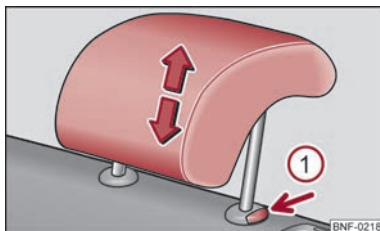

Bild 34 Nackstöd bak: ställa in/demontera
- Fatta nackstödet i sidorna med båda händerna och skjut det uppåt till önskat läge ⇒ bild 34.
- Om nackstöden ska skjutas ner, håller du låsknappen ① intryckt med ena handen och med den andra handen trycker du nackstödet neråt.